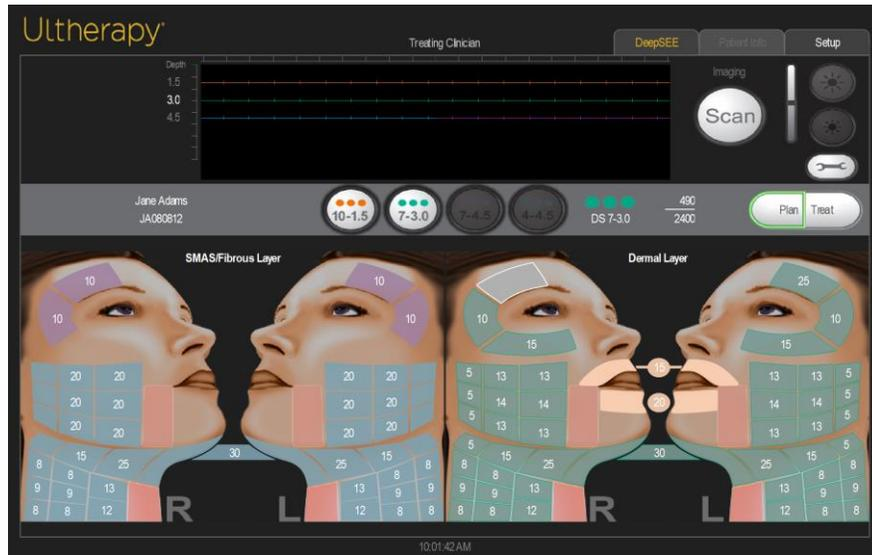

Figura 7.15 - Región gris, tras haber sido deshabilitada
10. Si una región está deshabilitada porque la selección del transductor en el medio del panel se desactivó manualmente, esta región se verá gris en el Modo de planificación como se muestra en la Figura 7.15. Para volver a activar la región, seleccione la región que no está disponible y elija una opción de transductor disponible en el panel del medio. La región se verá en blanco mientras se edita.